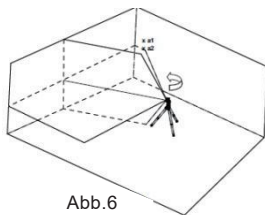

Abb.6
4. Drehen Sie die Laserwasserwaage gegen den Uhrzeigersinn, bis der rechte Rand der horizontalen Linie in der Nähe von a1 liegt, und markieren Sie einen Punkt a2 an der Wand in der Mitte der horizontalen Linie (siehe Abbildung 6).